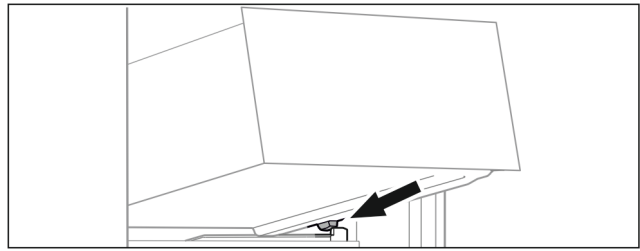

Fig. 72
- Placer le tiroir, en l'inclinant, derrière les butées sur la nervure de récipient. (voir Fig. 72)